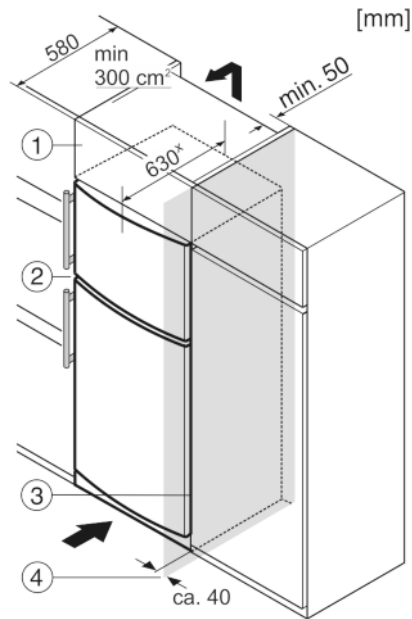

Fig. 7
Устройство может быть окружено предметами кухонной обстановки. Чтобы уравнивать устройство Fig. 7 (2) по высоте с кухонной стенкой, можно установить над устройством соответствующий дополнительный шкафчик Fig. 7 (1).
При комбинировании с кухонными шкафами (глубина макс. 580 мм) устройство можно установить непосредственно рядом с кухонным шкафом Fig. 7 (3). Устройство выступает сбоку на 34 мм* и по центру на 50 мм* относительно передней стенки кухонного шкафа.
Если устройство установлено на шарнирах у стены Fig. 7 (4), то расстояние между устройством и стеной должно быть не менее 40 мм. Настолько выступает ручка при открытой дверце.